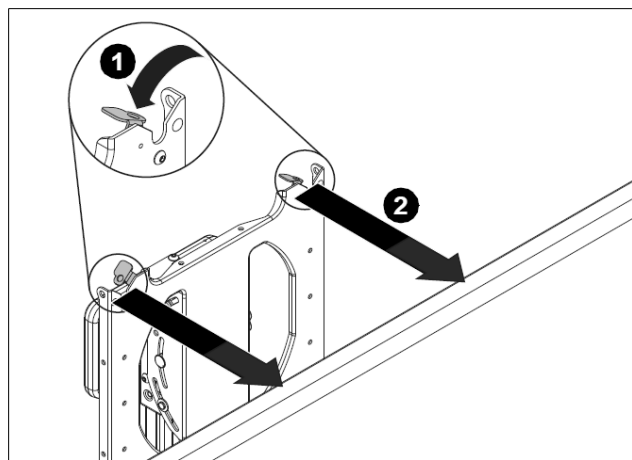

図 12
1. 上部の 2 つの取り付け穴のフラグをロックが開放されている位置に回します。（図 12 参照）